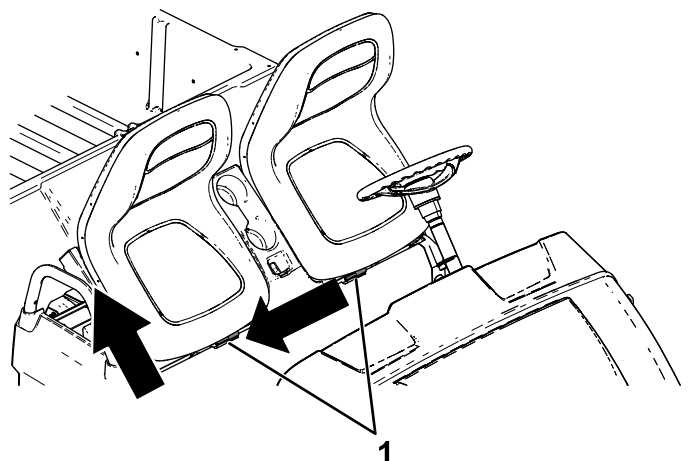

Figura 2
2. Glisai ansamblul scaunului în lateral, în afara tifturilor, i ridicai ansamblul scaunului în sus (Figura 2).